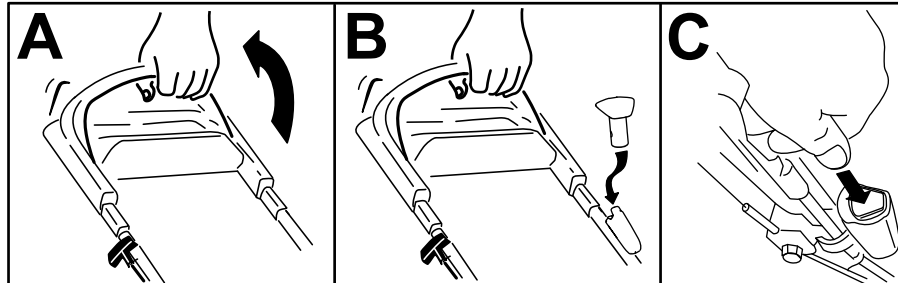

Bild 13
1. Drücken Sie den Schaltbügel gegen den Holm (A in Bild 13).
2. Wurde die Elektrostarttaste entfernt, setzen Sie sie in den Elektrostart ein (B in Bild 13).
3. Drücken Sie die Elektrostarttaste, bis der Motor startet (C in Bild 13).